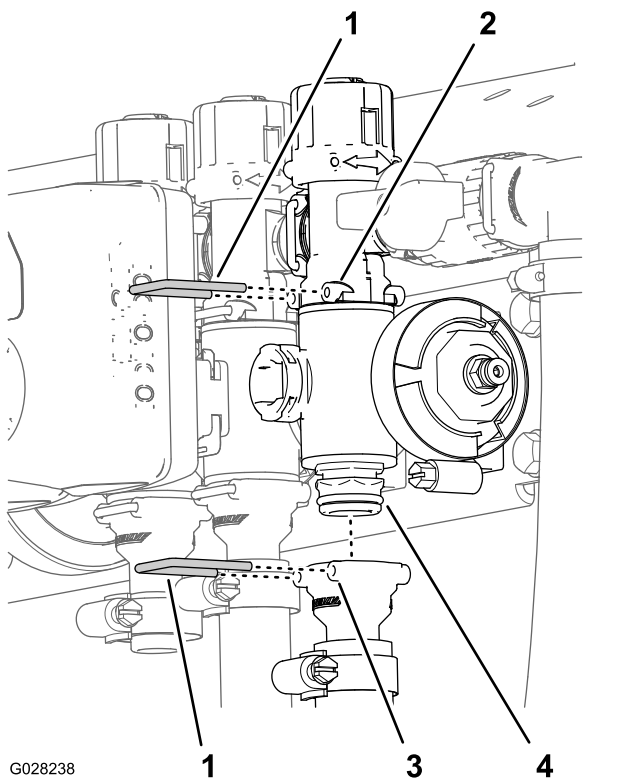

图 75
- 拆下将出口接头固定至喷洒臂段阀歧管和将阀歧管固定至旁通阀接头的卡环 **图 75**。